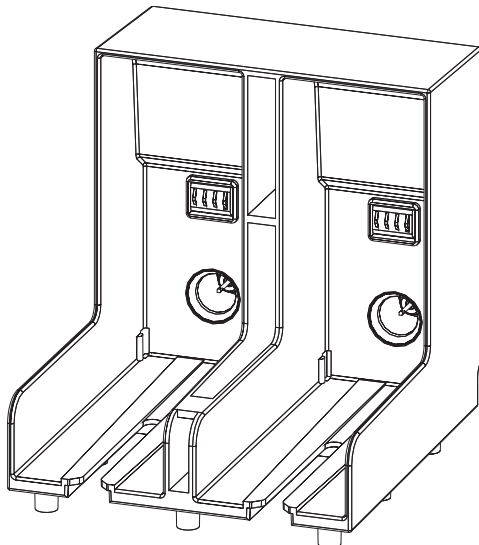

Рисунок 6-3: Разъем держателя картриджа
- 5 Вставьте новый картридж для чернил в держатель для картриджа, совместив ключ картриджа с соответствующим пазом держателя (Рисунок 6-3 на странице 6-4).